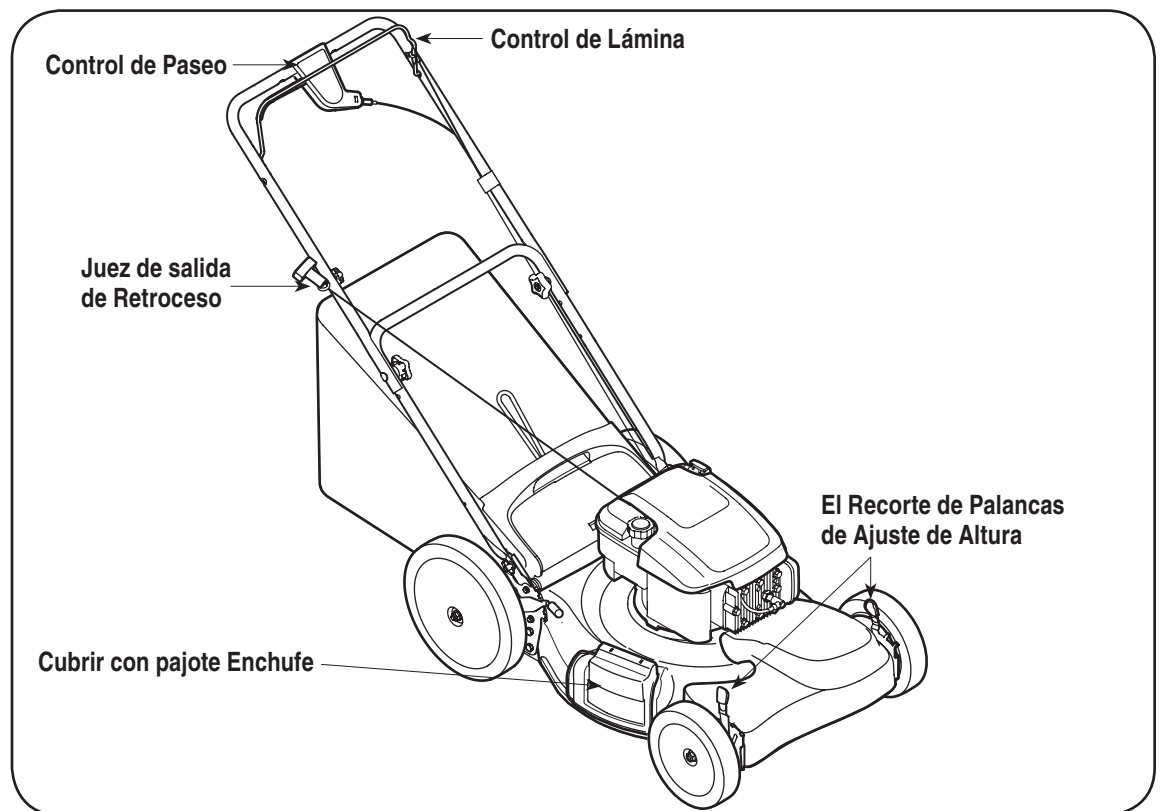

Figura 4-1
El control de transmisión se encuentra ubicado por debajo de la manija superior y se utiliza para enganchar la transmisión. Apriételo contra la manija superior para enganchar la transmisión, libérela para disminuir la velocidad o detener la podadora. Vea la Figura 4-1.
1. Verifique el nivel del aceite y agregue más de ser necesario. Siga las instrucciones del manual del motor. Vea la ubicación del tapón de llenado de aceite en la figura 4-1.
2. Realice el servicio del motor con gasolina como se indica en el manual del motor. Vea la ubicación del tapón de llenado de combustible en la figura 4-1.